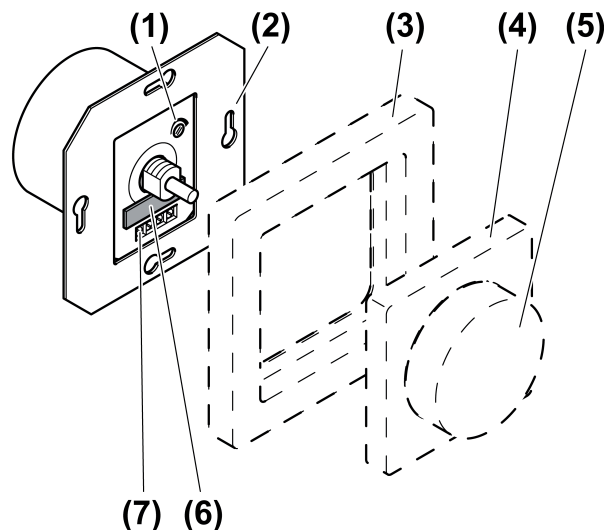

Bild 1: Geräteaufbau
- Grundhelligkeit durch Drehen des Einstellers (1) einstellen (Bild 1).